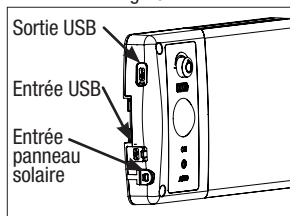

Fig. 10
Pour charger le luminaire à l'aide d'un cordon mini USB (G), branchez le côté mini USB du cordon à l'entrée mini USB du luminaire (Fig. 10). N'UTILISEZ PAS une source d'alimentation USB dépassant 5 V et 2,1 A. Une fois la charge d'entrée détectée, le voyant des piles clignotera pour indiquer le niveau des piles. Une fois les piles entièrement chargées, le voyant restera en vert continu.
Branchez le cordon du panneau solaire directement dans le port d'entrée du panneau solaire situé sur le luminaire (Fig. 10); l'utilisation de la rallonge électrique de 5 m (17 pi) (M) est facultative. Veuillez noter que, lorsque vous chargez avec le panneau solaire, les voyants d'état des piles ne s'activent afin de conserver l'énergie et accélérer le temps de charge.